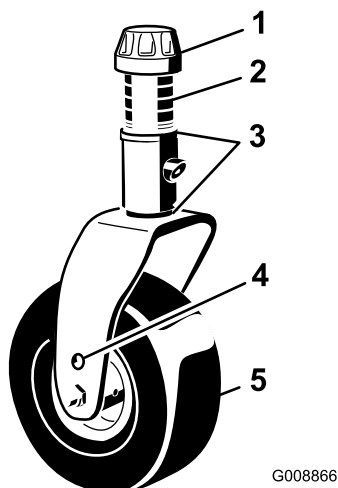

図 27
- 刈高がステッカー 図 27 と合わない場合には、シム 3mm を前キャストフォークに取り付けて調整する **デッキのピッチの調整 (ページ 61)** を参照。